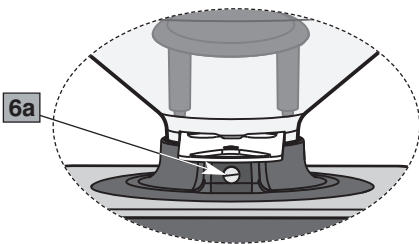
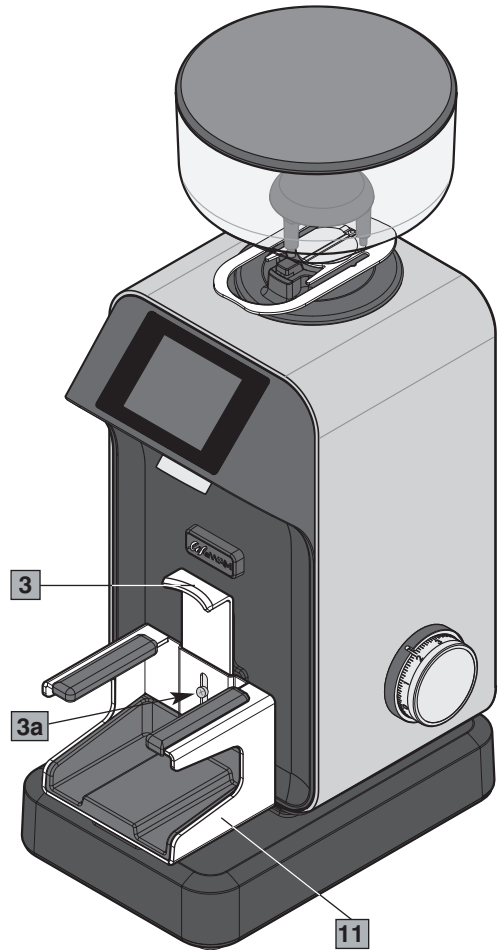

Abb. 3
Abb. 5
### Hauptkomponenten (Abb. 1, Abb. 2, Abb. 3, Abb. 4, Abb. 5, Abb. 6)
5. Sich vergewissern, dass der Kaffeebohnenbehälter korrekt aufsitzt und der Kaffeebohnenbehälterverschluss (8 Abb. 1) vollständig bis zum Anschlag offen ist. Den Kaffeebohnenbehälter mit der Befestigungsschraube, ohne übermäßigen Kraftaufwand, anziehen (6a, Detail A Abb. 3).
- 3 Je nach Modell, den Filterhalter auf der Auflagegabel (2 Abb. 1) oder auf der Wägezelle (11 Abb. 5) positionieren und unter der Halterung (3 Abb. 1 - 3 Abb. 5), die zuvor je nach dem Modell des benützten Filterhalters eingestellt wird, blockieren.